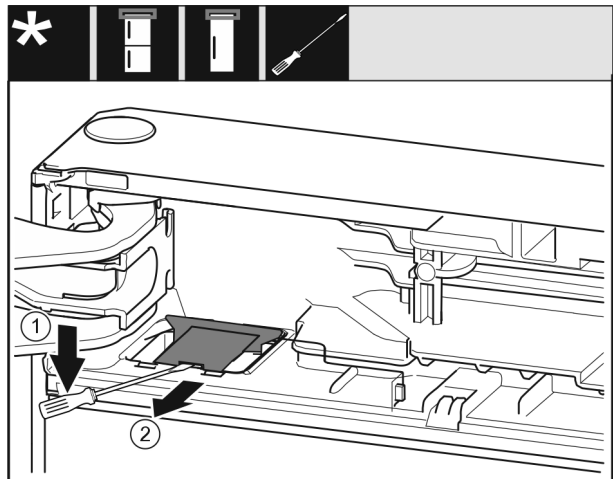

Fig. 11
- ▶ Зніміть кришку Fig. 11 (1) за допомогою шліцевої викрутки.
- ▶ Вийміть кришку Fig. 11 (2).